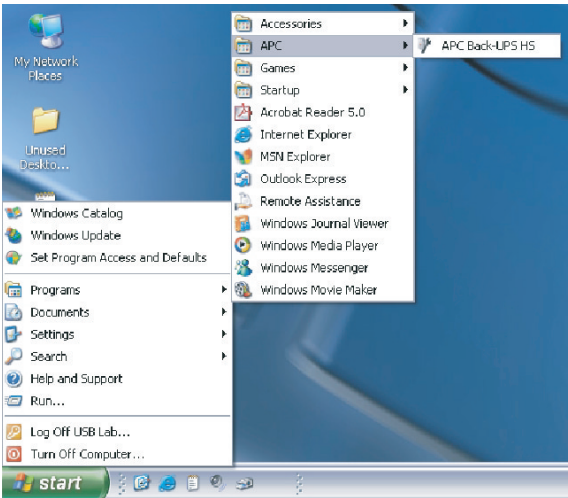

Рисунок 7. Пункты главного меню ПО компании APC
7. Для запуска установленной программы перейдите к меню кнопки **Start (Пуск)** и выберите пункт **APC Back-UPS HS** (Рис. 7). **Продолжение на следующей странице –**